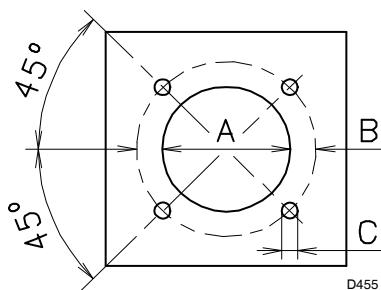

Fig. 5
5.3 Piastra caldaia (Fig. 5)
Forare la piastra di chiusura della camera di combustione come in (Fig. 5). La posizione dei fori filettati può essere tracciata utilizzando lo schermo termico a corredo del bruciatore.